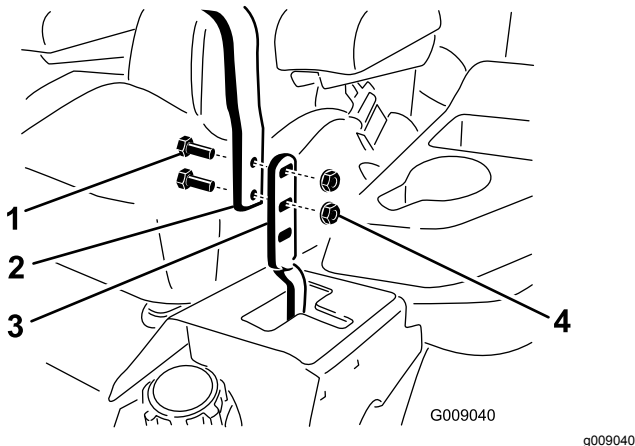

Figura 96
3. Afloje los pernos y las tuercas con arandela prensada de las palancas (Figura 96).